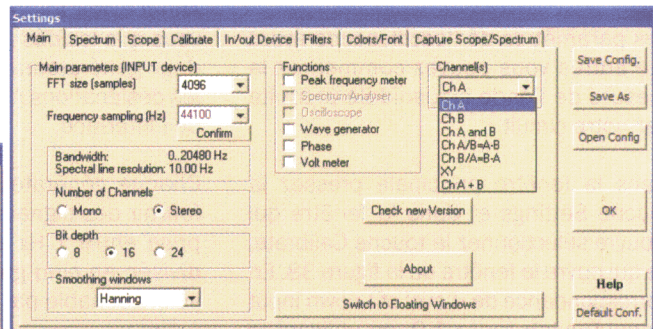

Figure 34 : À l'indication Channels vous pouvez choisir laquelle des options visualiser à l'oscilloscope.
- A l'indication Channels vous pouvez choisir laquelle des options visualiser à l'oscilloscope, comme le montre la figure 34 :